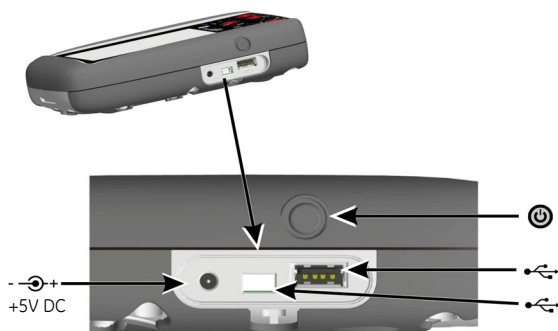

図 2 側面
1. DC 電源 / 充電装置を本体側面の +5V_{DC} 接続部に接続します (「図 2 側面」を参照)。
2. バッテリーは USB 接続により充電することもできます (「図 2 側面」を参照)。
オフ状態からの場合 - ダッシュボードが表示されるまで電源ボタンを (「図 2 側面」を参照) を押します。